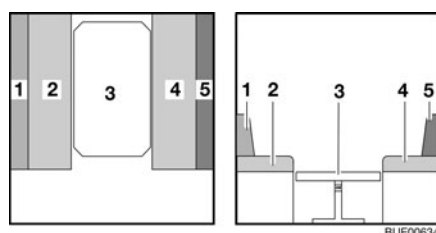

Fig. 119 Durante la transformación
- Tirar de los cojines del asiento (Fig. 119,2 y 4) hacia el centro.
- Colocar los cojines del respaldo (Fig. 119,1 y 5) entre los cojines del asiento y la pared exterior.